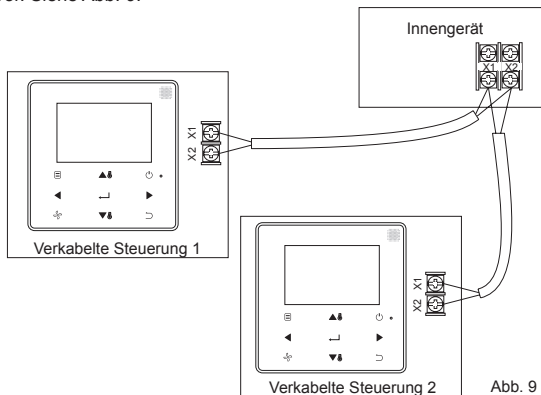

Abb. 9
2.5.4 An Innengeräten der zweiten Generation können Sie die verkabelte Hauptsteuerung oder eine sekundäre verkabelte Steuerung so einrichten, dass zwei verkabelte Steuerungen ein Innengerät regeln. Verbinden Sie diese Steuergeräte mit den Anschlüssen X1 und X2. Zwischen X1 und X2 liegt keine Polung vor. Siehe Abb. 9.